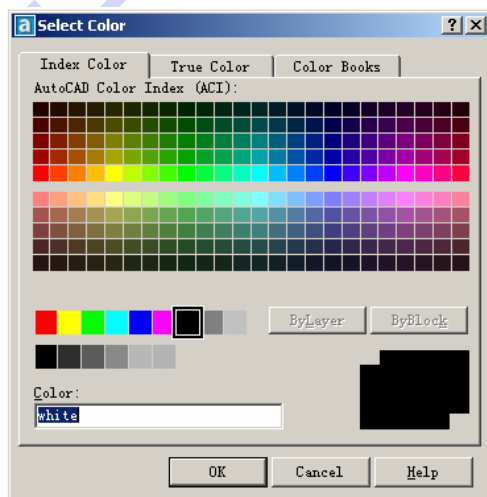

图 7-17 Select Color 对话框
- 5) Color 显示图层的颜色。用户可以通过该选项来设置不同图层的颜色。用户若想设置某一图层颜色，单击该图层的颜色图标，则会弹出图 7-17 所示的 Select Color (颜色选择) 对话框。用户可以利用该对话框进行颜色的设置。